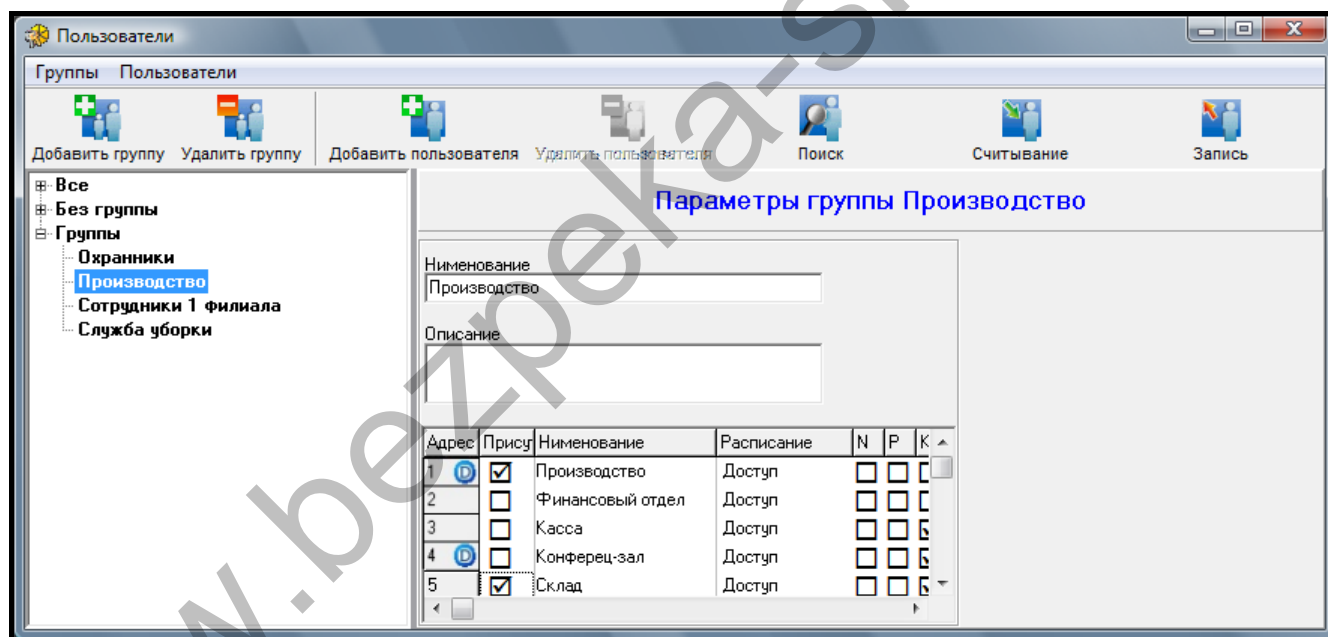

Рис. 29. Пример установок группы пользователей.
2. Нажмите кнопку  и выберите запрос ОБЪЕДИНИТЬ ПОЛЬЗОВАТЕЛЕЙ В ГРУППЫ (см.: рис. 29). Пользователи, не назначенные в группы, будут назначены по очереди в первую группу с параметрами, совпадающими с параметрами отдельных пользователей. Если нет группы, отвечающей параметрам пользователя, группа будет создана.